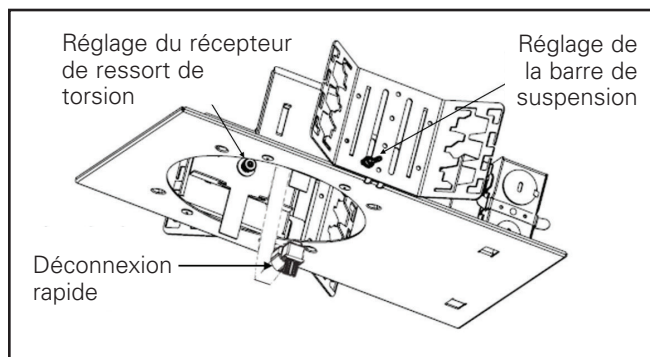
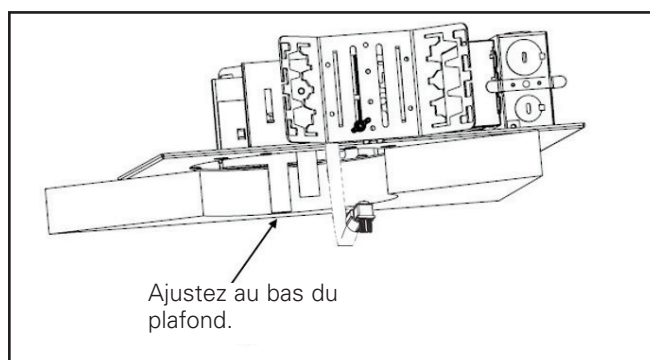

Figure 1
Figure 2
2. Vis de réglage du ressort de torsion : Ajustez les vis (Figure 1) de sorte que le collet inférieur du récepteur de ressort de torsion affleure la ligne du plafond fini. (Figure 2) Le support de suspension est réversible pour permettre un ajustement complet de 12,7 cm (5 po).
- Insérez l'extrémité de la conduite flexible dans l'ouverture de la structure d'ouverture du plafond exposant la partie supérieure de la prise de débranchement rapide (Figure 2).